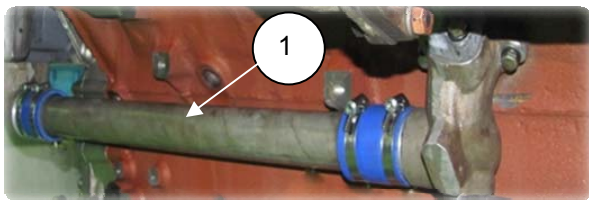

Рис. 6.29
18. Установить трубу отводящую левую (1), установив болты, соединительные рукава и хомуты (рис. 6.29).